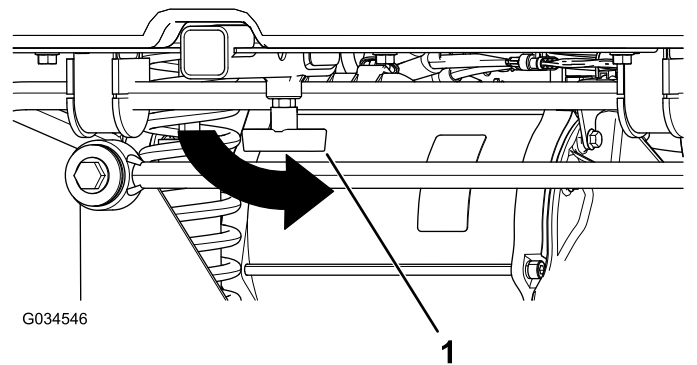

Figura 20
4. Strângei mânerul „T” prin rotirea acestuia în sens invers acelor de ceasornic (Figura 20).